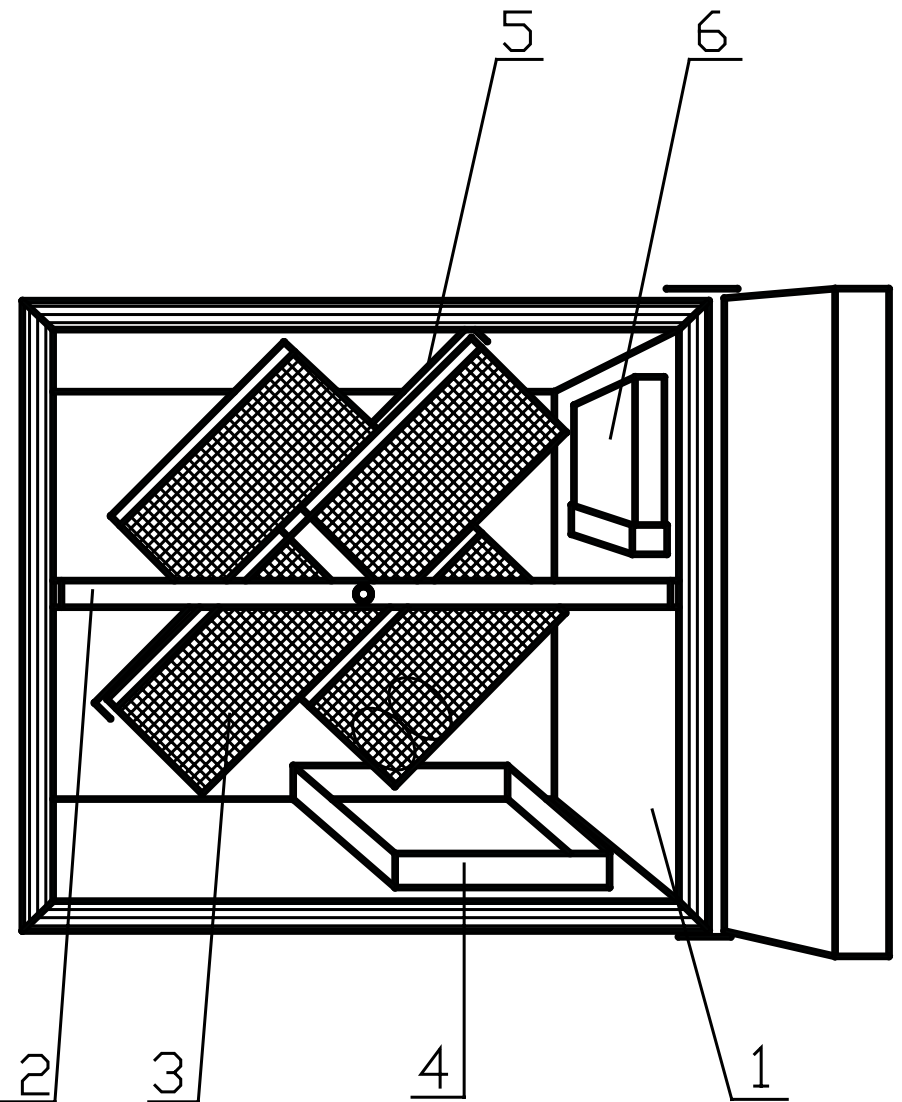

Рис. 1
7.3. Установите лоток с яйцами в рамку механизма поворота так, чтобы они были задвинуты до упора в заднюю планку. Поставьте сетку ограждения 5 и установите верхний лоток (см. рис. 1).